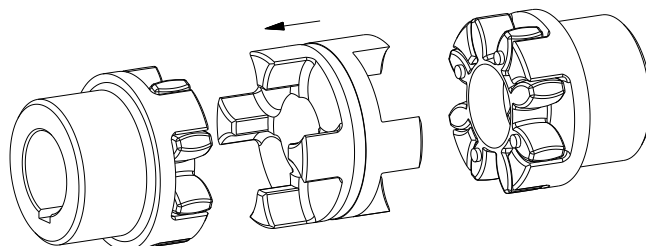

Fig. 15 : Montage de l'entretoise DKM
- Montez l'entretoise DKM dans l'anneau d'un moyeu (voir fig. 15).